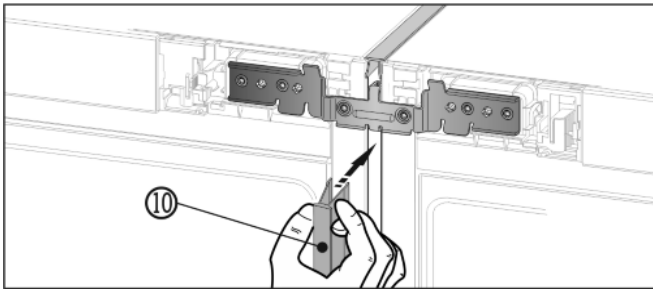

Fig. 14
- Auf der Vorderseite die lange Abdeckleiste Fig. 14 (10) in den vertikalen Spalt drücken. Darauf achten, dass die Leiste auf dem Verbindungsblech aufsteht.